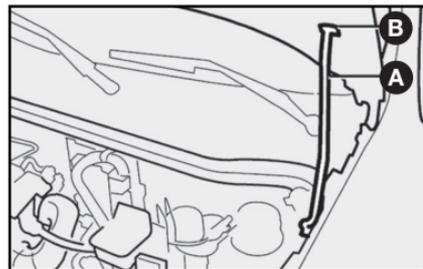

fig. 110
3) Levante el capó por la parte central y al mismo tiempo, suelte la varilla de fijación **A-fig. 110** de su dispositivo de bloqueo.
1) Manténgalo levantado con una mano y con la otra quite la varilla **A-fig. 110** del alojamiento **B** y colóquela en su dispositivo de bloqueo.